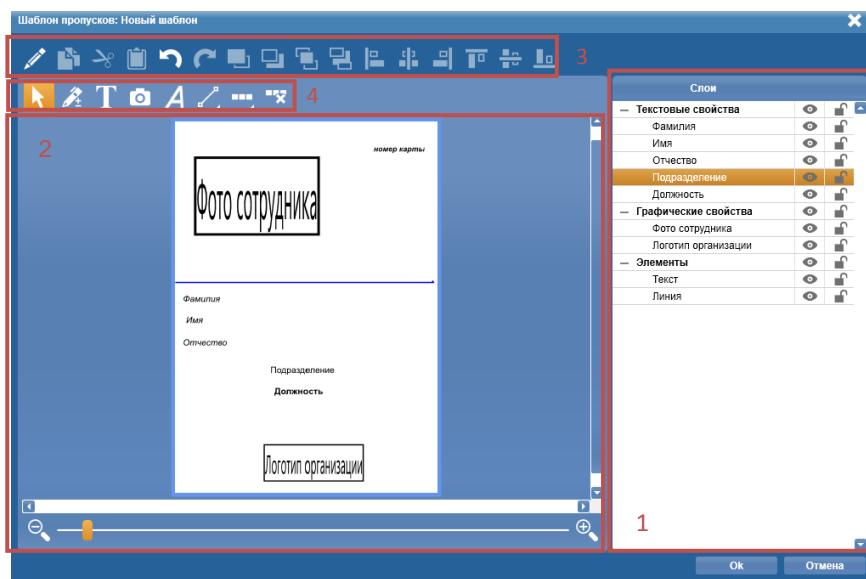

Рисунок 25. Окно графического редактора **Шаблон пропусков**
Отобразится окно редактора макетов **Шаблон пропусков** (Рис. 25), состоящее из нескольких областей:
- 4) В отобразившемся окне графического редактора **Шаблон пропусков** (Рис. 25), также на панели меню нажать кнопку **Редактировать**;